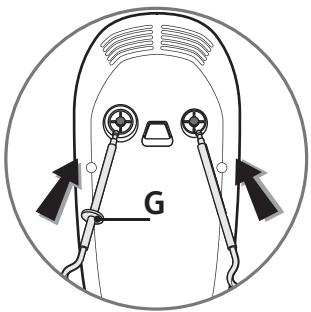

fig.1
verrouillez. Les fouets et les malaxeurs ont une forme spécifique, le malaxe ou le fouet avec le détrompeur (G) doit être mis à gauche, dans l'orifice le plus gros (Fig.1).
- **Utilisation sur le socle (H) : (Selon Modèle)**
- Introduisez les tiges de chaque fouet (C) ou malaxe (E) dans les orifices prévus à cet effet et verrouillez . Les fouets et les malaxeurs ont une forme spécifique, le malaxe ou le fouet avec le détrompeur (G) doit être mis à gauche, dans l'orifice le plus gros (Fig.1).
- Placez le socle (H) sur le plan de travail :